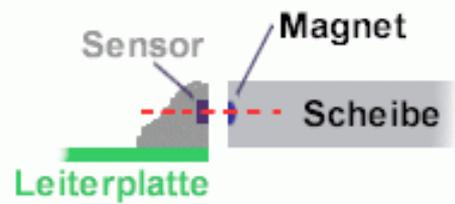

Abbildung 3 Korrekte Ausrichtung von Magnetring und Sensor.
- Den Magnetring in Pfeilrichtung so weit drehen, bis sich der S-Magnet kurz vor dem Sensor (Pfeil, siehe Bild (1)) befindet.
- Dabei darauf achten, dass sich die Magnete in dem Magnetring auf Höhe des Sensors befindet, siehe Abbildung 3.